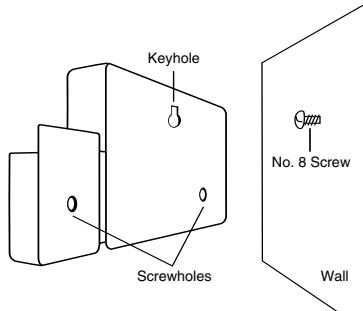

Figure 18: Montage du programmeur
- Visser une vis No. 8 à travers chacun des deux trous au bas du boîtier du programmeur et dans le mur [Voir Figure 18].